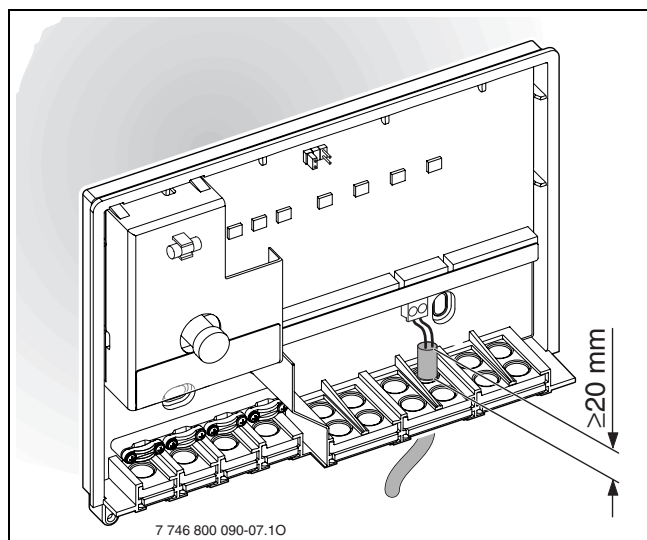

Fig. 12 Protecção contra salpicos de água
Para protecção contra salpicos de água (IP): colocar os cabos de modo a que o revestimento do cabo fique inserido, com pelo menos 20 mm, na calha para cabos (→ fig. 12).